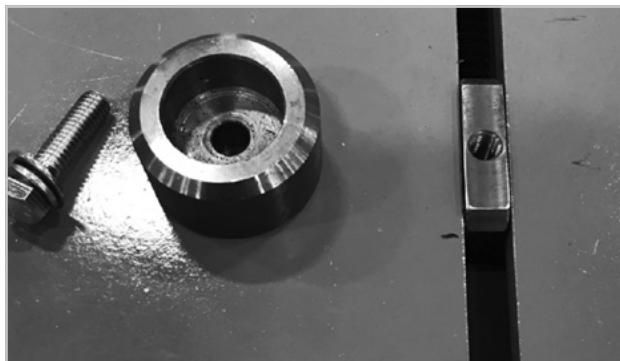

Figura 71
- Quite el perno hexagonal de 3/8" en el disco usando un tubo de 9/16" (figura 71).